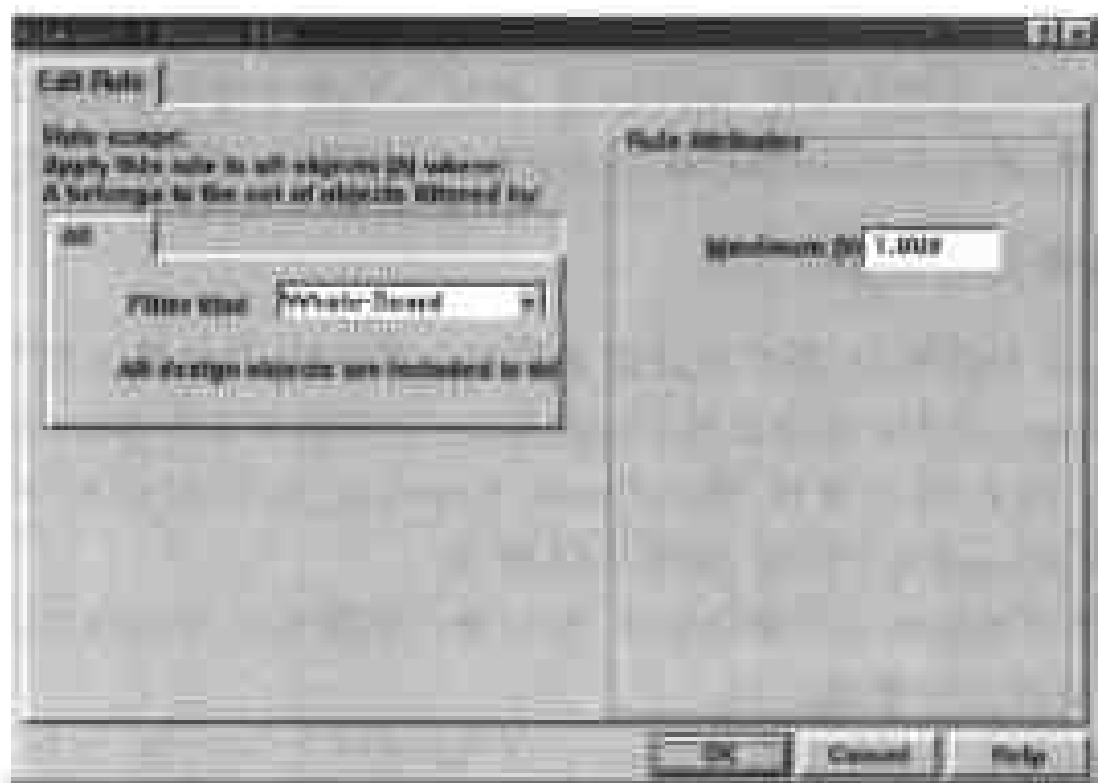

图 9-54 设置振荡电压的幅度
(1) 选择 Design > Rules,在弹出的 Design Rules 对话框中单击 Signal Integrity 标签,然后在对话框的 Rule Classes 列表框中单击 Undershoot-Falling Edge,此时对话框下部方框中只有 Scope 和 Maximum 两个栏目。
(2) 在对话框下部单击 Add 命令按钮,弹出如图 9-54 所示的对话框,供用户设置新的规则。
(1) 选择 Design > Rules,在弹出的 Design Rules 对话框中单击 Signal Integrity 标签,然后在对话框的 Rule Classes 列表框中单击 Undershoot-Rising Edge,此时对话框下部方框中只有 Scope 和 Maximum 两个栏目。
(2) 单击对话框下部的 Add 命令按钮,弹出一个与图 9-54 基本相同的对话框,供用户设置上升沿信号振荡电压的幅度。
(3) 设置好各个选项后,返回 Design Rules 对话框,在对话框下部方框中显示出用户新设置的规则。单击 Close 命令按钮,返回工作窗口,完成此规则的设置。